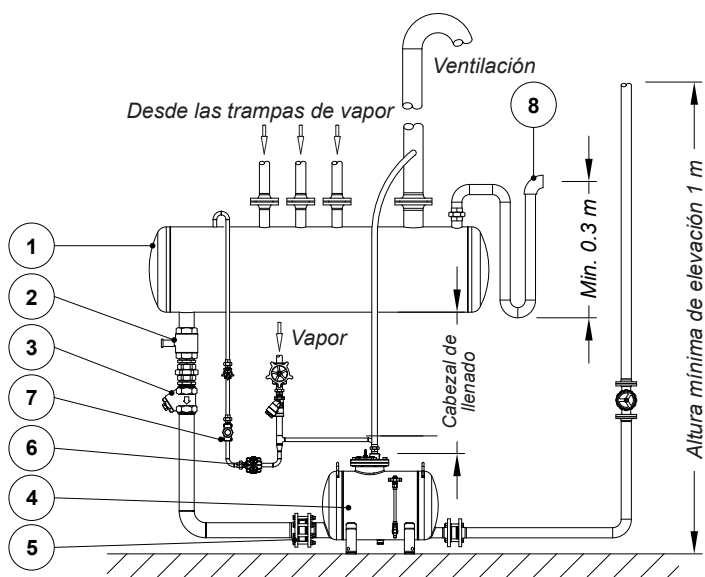

Fig. 1
INSTALACIÓN: Instalación horizontal. Se muestra un ejemplo en la Fig. 1. Consulte IMI – Instrucciones de instalación y mantenimiento.
4. Altura de llenado disponible (véase la Fig. 1), en mm, o cualquier otra dimensión que permita determinarla.